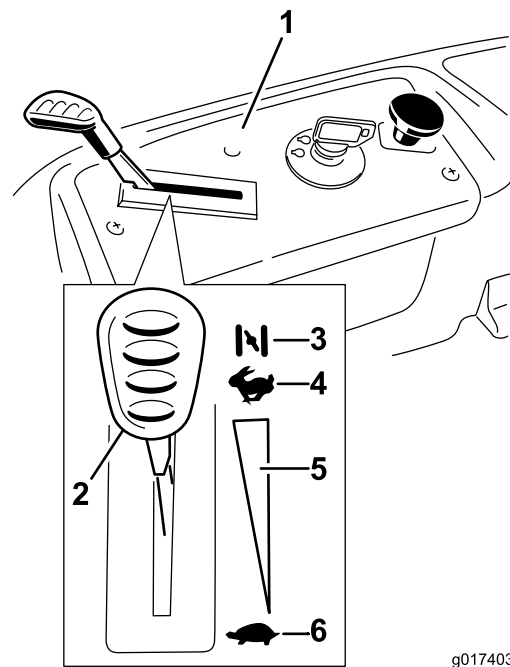

Figure 12
3. Placez la commande d'accélérateur en position Starter pour démarrer à froid (Figure 12).
5. Lorsque le moteur a démarré, amenez progressivement la commande d'accélérateur en position Haut régime (Figure 12). Si le moteur cale ou hésite, ramenez la commande d'accélérateur en position de starter pendant quelques secondes. Répétez l'opération si nécessaire.
3. Tournez la clé de contact à la position contact coupé (Figure 12) et enlevez-la.